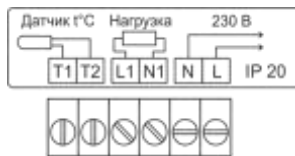

Рисунок 1 - Схема подключения терморегулятора
5. Подключите к терморегулятору провода электропитания, греющего кабеля и (при наличии) выносного датчика пола в соответствии с рис. 1.